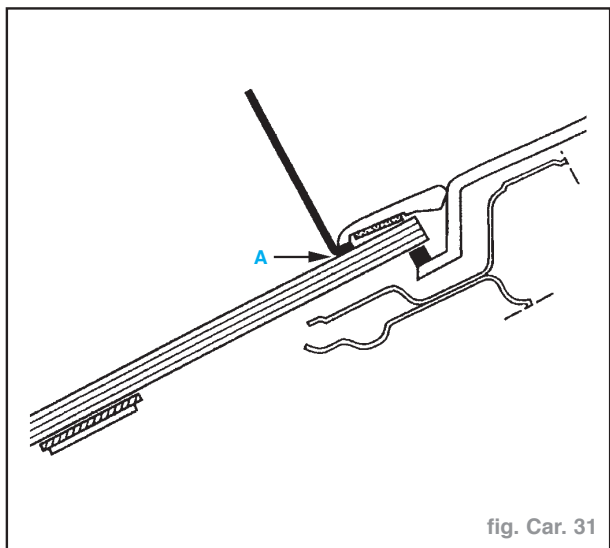

fig. Car. 31
- 1 Introduire le retour (A) de l'outil 2 mm sous le bord des enjoliveurs (fig. Car. 31).